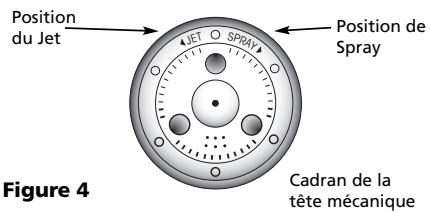

Figure 4
3. Tournez le cadran de la tête mécanique au réglage désiré – jet ou spray (figure 4).
2. Pour ajuster la vitesse de rotation de l'accessoire, tournez le cadran sur la tête mécanique (figure 4). Avant de tourner ce cadran, vous devez retirer l'accessoire utilisé et tournez la soupape marche/arrêt à arrêt.